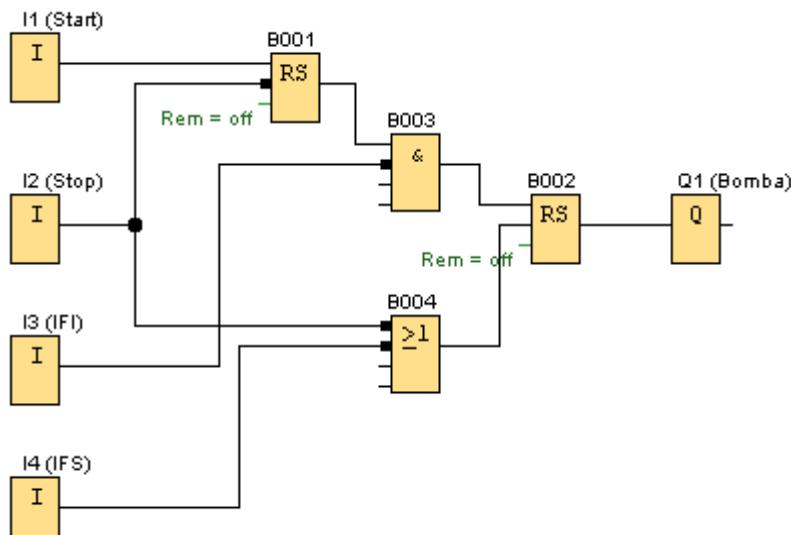

Figura 24. Solución al sistema de llenado de tanque con bloque RS
24. Modifique el diagrama como se muestra en la Figura 24, para ello Inserte dos relés autoenclavadores RS, seleccionándolos de las funciones especiales SF (F8) del *Editor de diagramas* (Figura 7).